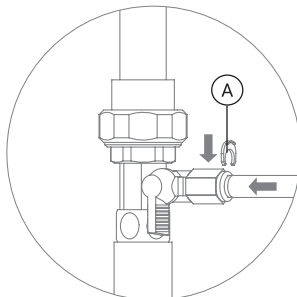

Рис. 15
2. Присоедините зеленую трубку, идущую на вход в фильтр к фитингу адаптер-вентили (см. раздел «Присоединение трубок» (стр. 13)), (рис. 15).